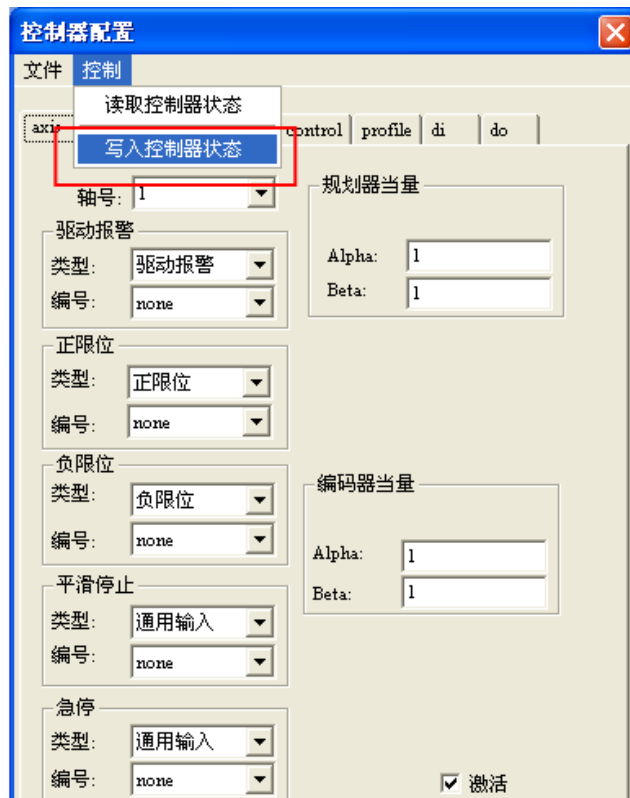

图 4-8 写入控制器状态
- (5) 最后，将设置的参数写入控制器，如图 4-8 所示：
- a) 控制器存在伺服报警，此时请按图 4-6 重新进行设置并按图 4-8 写入到控制器中。